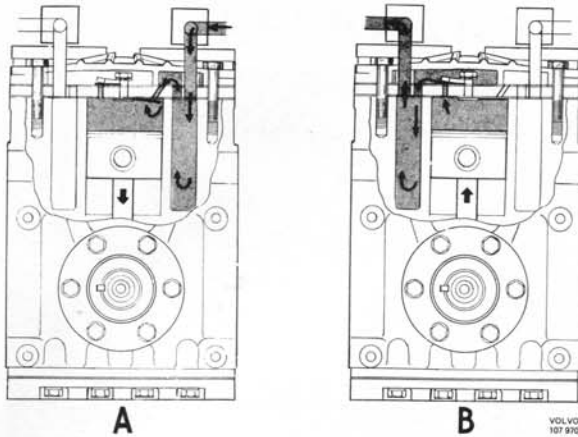

Abb. 20 Kältemittelkompressor, Funktionsaufnahme
Aluminium und direkt auf den Pleuelbolzen gelagert. Der Pleuelbolzen (16) ist ohne Pleuelbuchse direkt in der Pleuelstange gelagert und im Pleuelbolzen mit einem Splintbolzen (15) gesichert. Die Ventilplatte (3) ist aus Stahl gefertigt und mit Bohrungen zur Aufnahme der Ansaug- und Auslaßventile versehen. Bei den Ventilen handelt es sich um Blattfederventile. Die mit Rückschlagventilen und Schraubfassung versehenen Füllventile (1) werden zur Trockenlegung und zum Auffüllen der Anlage benutzt. Diese Ventile sind außerdem mit Anschlüssen für die Kältemittelschläuche zum Verdampfer und zum Kompressor versehen. Die Strömungswege des Kältemittels durch die Ventile beim Ansaugen und Ausleeren sind auf Abb. 20 dargestellt.